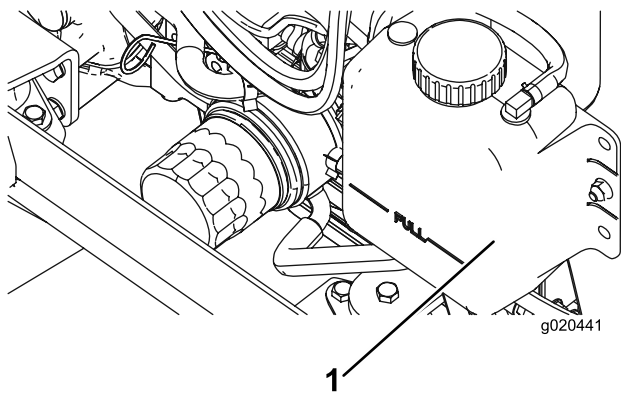

Рисунок 68
- Осторожно снимите крышку радиатора и крышку расширительного бачка (Рисунок 68).